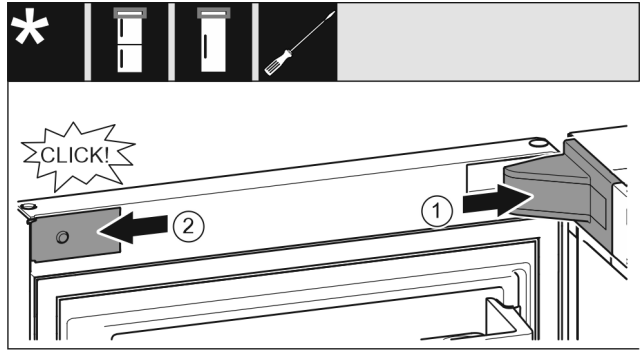

Fig. 42
- Lagerbockabdeckung Fig. 42 (1) aufsetzen und einrasten, ggf. vorsichtig auseinanderdrücken.
- Blende Fig. 42 (2) seitlich ansetzen und einrasten.